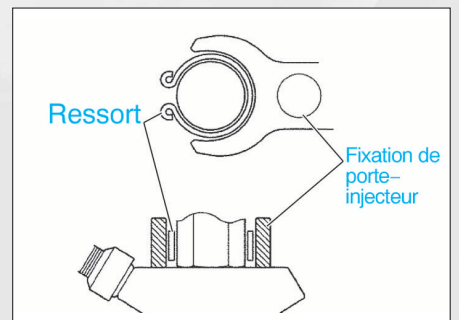

FIG. 60
- placer le ressort de chaque injecteur, comme illustré (fig. 60).